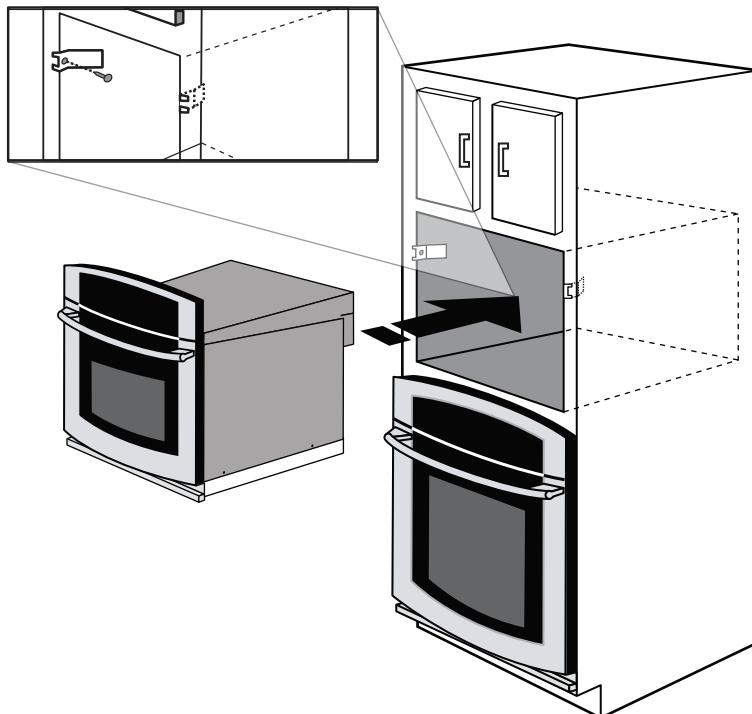

Figura 4
3. Coloque el horno al lado de la abertura sobre una mesa o base. Conecte el cable de alimentación en el tomacorriente eléctrico. Guíe con cuidado el horno dentro de la abertura preparada. Evite que el cable quede presionado entre el horno y la pared. Vea la Figura 4. Empuje la unidad dentro y hacia el gabinete. El lado con soporte del horno se enganchará en los soportes antivuelco. Vea la Figura 3.